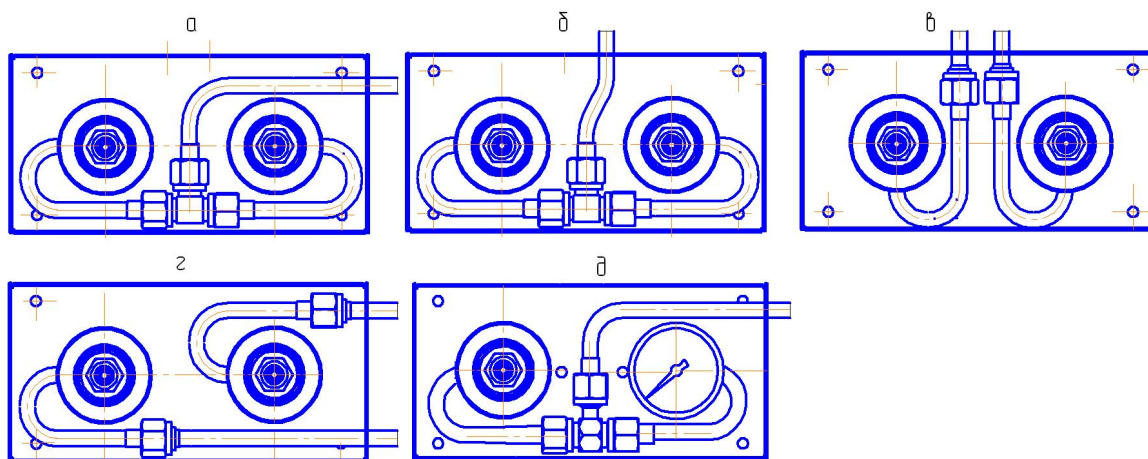

Рис.3 Различные исполнения СКБ-1
4.8 Варианты исполнения системы клапанной быстроразъёмной приведены на рис.3.